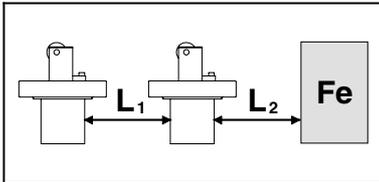

Bild 16/Fig. 16
- Achten Sie darauf, daß der Mindestabstand zwischen statischen oder bewegten ferritischen Massen L_2 und anderen Zylindern L_1 den in Bild 16 angegebenen Werten entspricht.
- make sure that the minimum distance L between static or moving ferritic masses L_2 and other cylinders L_1 corresponds to the values specified in Fig. 16.